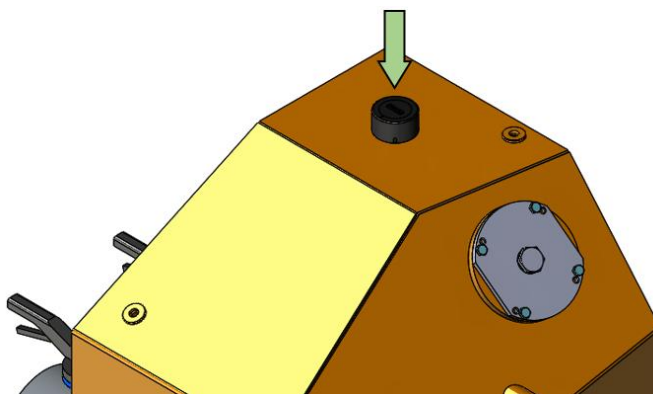

Рисунок 5.51. Процедура замены сапуна на гидравлическом баке
- Выкрутить сапун в направлении против часовой стрелки, рис. 5.51.